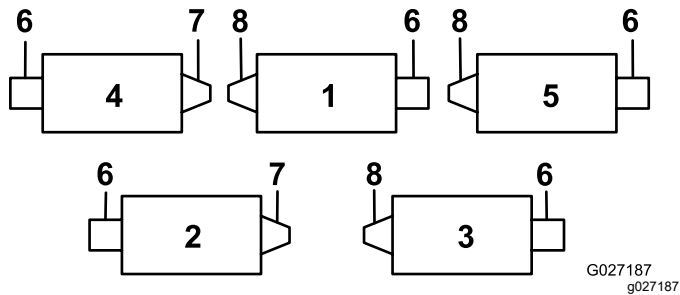
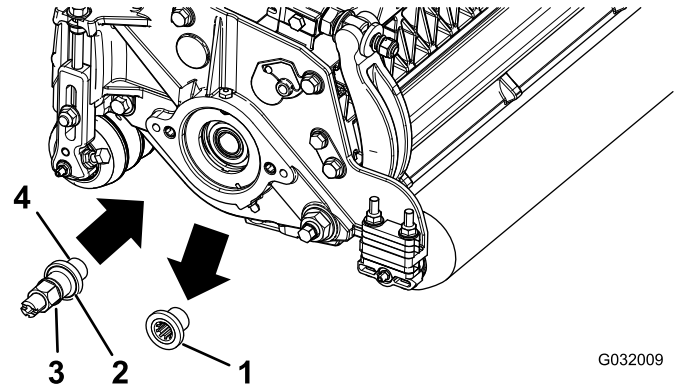

Figura 1
Figura 2
Tutti gli apparati di taglio vengono spediti con il contrappeso montato sul lato sinistro dell'apparato. Fate riferimento a Figura 1 per determinare la posizione della spazzola per rullo e dei motori dei cilindri.
6. Rimuovete l'inserto filettato dell'apparato di taglio per la trasmissione della spazzola per rullo posteriore (Figura 1) ed eliminatelo (Figura 2).
Nota: Gli inserti sinistri sono sugli apparati di taglio n. 1, 3 e 5 (Figura 1).
8. Applicate il frenafili alle filettature dell'albero di trasmissione (Figura 2) e installate l'albero stesso, serrando da 115 a 128 N·m.